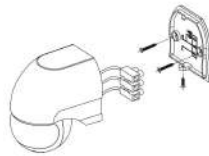

Рис.1
2. Снимите заднюю стенку сенсора, открутив винт (см. рис.1).